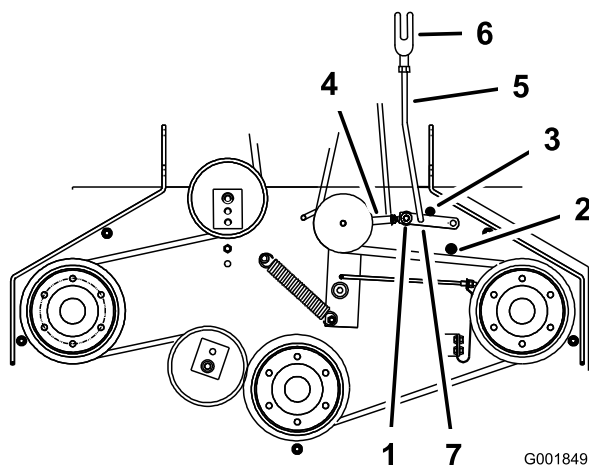

Figura 57
5. Asegúrese de que el brazo está en contacto con el tope trasero del brazo de la carcasa (Figura 57).
7. El brazo debe entrar en contacto con el tope delantero del brazo de la carcasa. Si no lo hace, la palanca acodada debe acercarse más al refuerzo (Figura 57).
8. Para ajustar el acoplamiento del brazo, retire el pasador de horquilla del brazo (Figura 57).
11. Instale el acoplamiento en el brazo y sujételo con el pasador de horquilla (Figura 57).